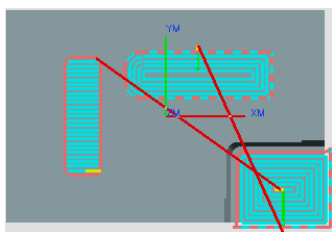

图 3.5.16 刀路轨迹(一)
(3) 设置第 3 个加工区域的切削模式。在“区域切削模式”对话框（一）中单击 region_3_level_2 选项，在 下拉菜单中选择“跟随部件”选项 ；单击 按钮，系统弹出“Follow Part 切削参数”对话框，在该对话框中设置图 3.5.14 所示的参数，然后单击 按钮。此时“区域切削模式”对话框（二）如图 3.5.15 所示，图形区中显示所有加工区域正投影方向下的刀路轨迹，如图 3.5.16 所示。